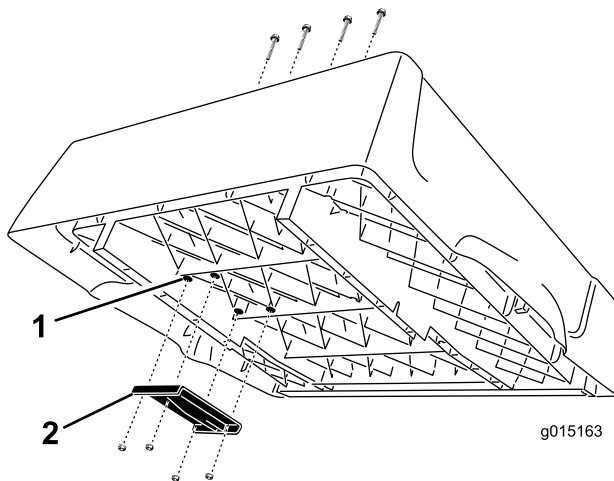

Figure 3
1. Localisez les 4 bossages sur le côté droit de la surface inférieure du plateau (Figure 3). À l'aide d'un foret de 9,5 mm (3/8 pouce), percer avec précaution les bossages pour faire quatre trous dans le plancher du plateau.
2. Montez le support de relevage supérieur sur la surface inférieure du plateau avec 4 vis Phillips à tête tronconique (3/8 x 2-1/2") et contre-écrous à embase (Whiz lock) (3/8 pouce). Positionnez le pivot comme illustré à la Figure 3.